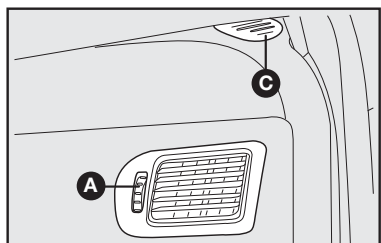

fig. 27
**C** - Difusor fixo para os vidros laterais **fig. 27**.